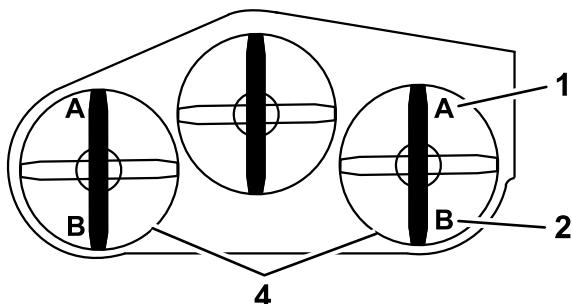

Figura 86
9. En ambos lados de la carcasa, mida desde la superficie nivelada hasta la punta delantera de la cuchilla (Posición A). La medida debe ser de 7,6 cm (Figura 86).
15. En ambos lados de la carcasa, mida desde la superficie nivelada hasta la punta trasera de la cuchilla (Posición B). La medida debe ser de 8,3 mm (Figura 86).